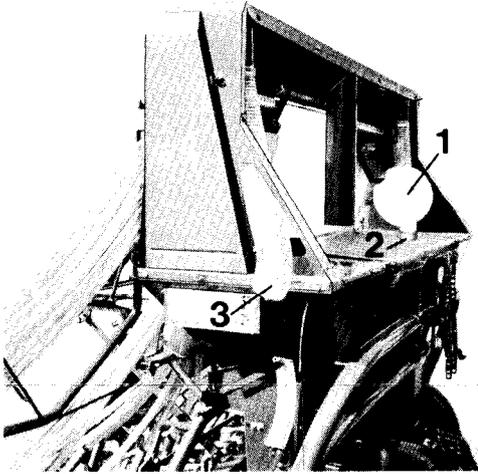

Fig. 25
1. Sollte sich noch eine größere Menge Getreide im Hauptbehälter befinden, die Sie entleeren wollen, so sind die beiden Rücklaufschläuche (Fig. 25/1) von den Stützen (Fig. 25/2) abzuziehen und zur Seite zu schwenken (Fig. 25/3).
4. Die Schläuche (Fig. 25/3) wieder in die Stützen (Fig. 25/2) stecken.